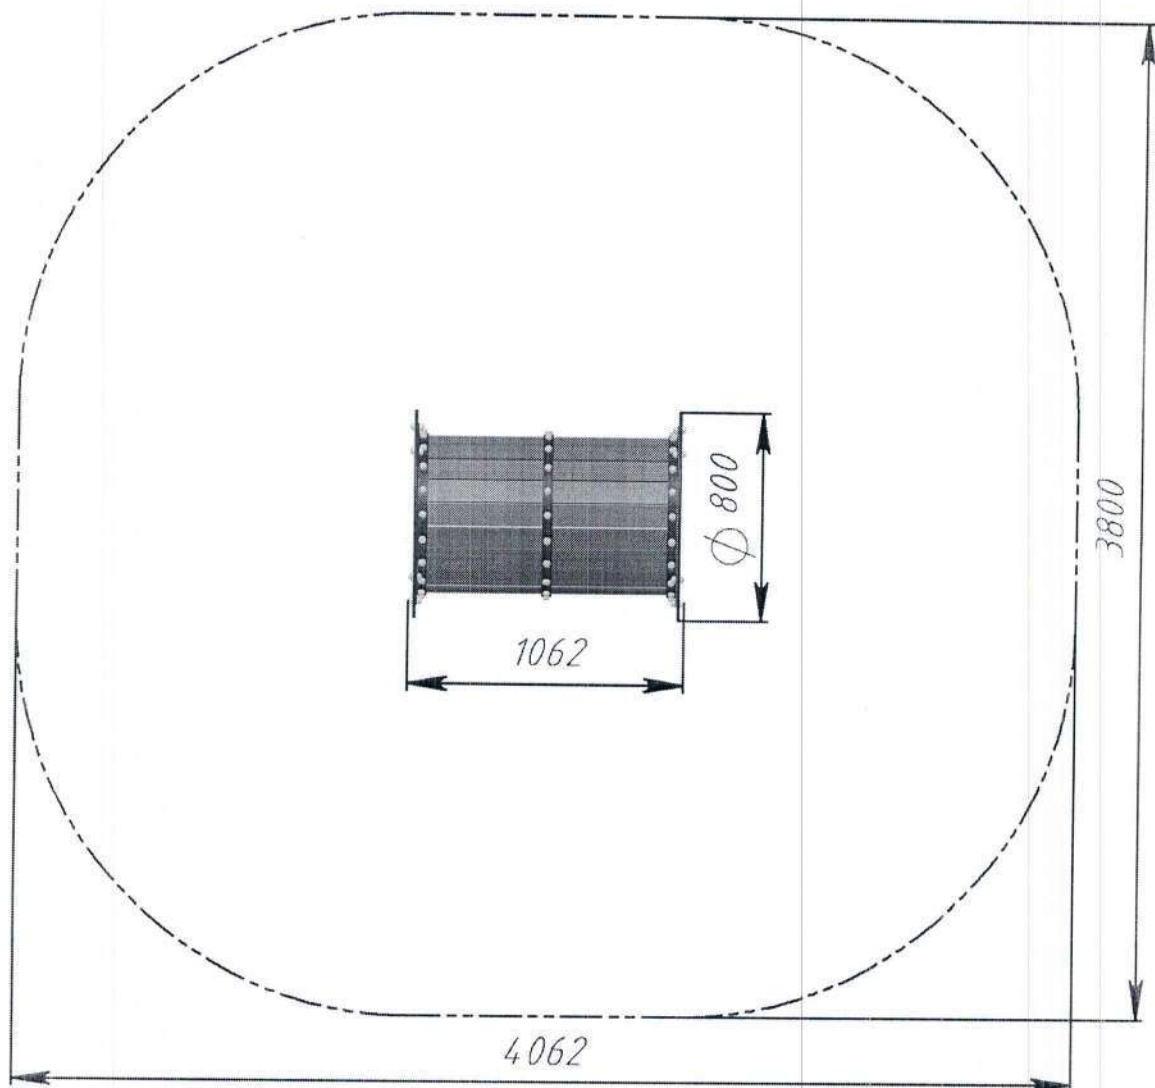

Рис.2 Безопасная зона приземления Туннеля РТР 070-01
3.5. Монтаж туннеля проводится на ровном месте в соответствии с планировкой размещения всего оборудования площадки. При монтаже необходимо обеспечить безопасную зону приземления вокруг туннеля в соответствии с рис. 2.